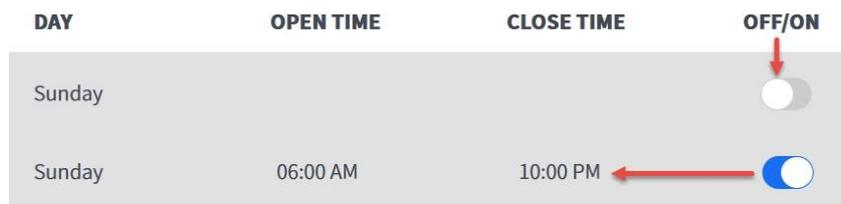

Abb. 1.11
**EIN/AUS:** Klicken Sie auf die Schaltfläche **OFF/ON**, um eine Option zu aktivieren (wenn diese aktuell deaktiviert ist) oder zu deaktivieren (wenn diese aktuell aktiviert ist). Einige Felder sind ausgeblendet, wenn Sie OFF sind, werden aber wieder sichtbar, wenn Sie auf ON umschalten (siehe OPEN TIME und CLOSE TIME in Abb. 1.11).